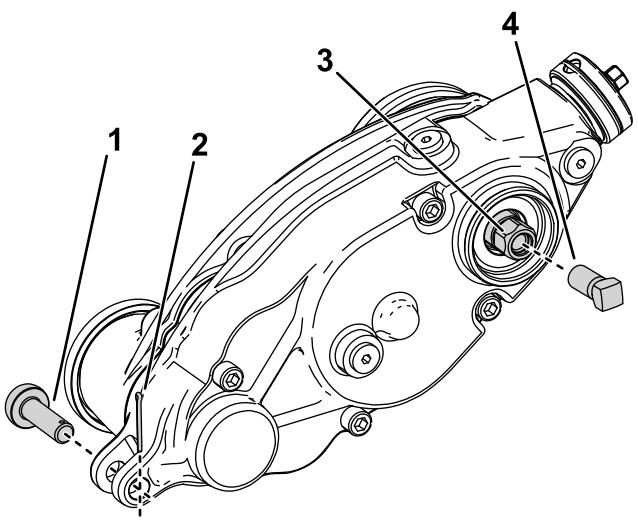

Figura 27
3. Rimuovete il perno di regolazione e la coppiglia che collegano la scatola di trasmissione del groomer ai bracci di regolazione (Figura 27).
5. Installate la vite di rinforzo (Parte N. 1-803022 – venduta separatamente) ai filetti interni della testa esagonale della trasmissione del groomer e serratela a un valore di 135 Nm come mostrato nella figura Figura 27.
6. Rimuovete la scatola di trasmissione del groomer dal cilindro di taglio ruotando la testa esagonale della trasmissione del groomer (Figura 27).